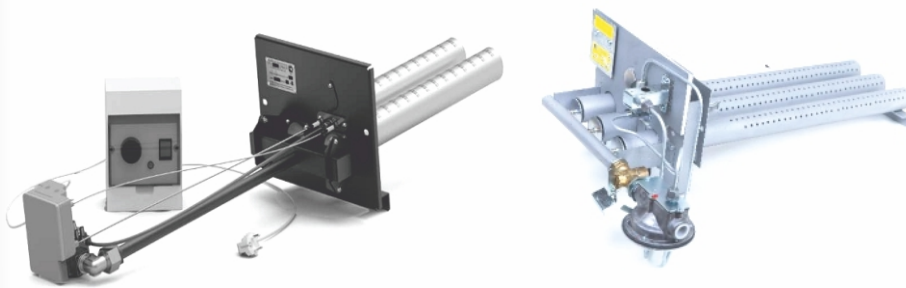

Рис. 2 Внешний вид горелочных устройств
**⚠ Внешний вид горелочного устройства может отличаться от представленного на рис. 2**